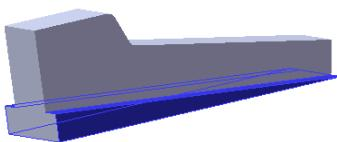
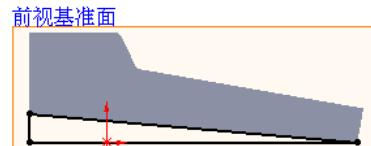

图 16.5.6 凸台一拉伸 2
图 16.5.7 横断面草图
Step5. 创建图 16.5.6 所示的零件基础特征——凸台一拉伸 2。
(1) 选择命令。选择下拉菜单 **插入(I)** → **凸台/基体(B)** → **拉伸(E)...** 命令 (或单击“特征(F)”工具栏中的 按钮)。
(2) 定义特征的横断面草图。
① 定义草图基准面。选取前视基准面作为草图基准面。
② 定义横断面草图。在草图环境中绘制图 16.5.7 所示的横断面草图。
③ 选择下拉菜单 **插入(I)** → **退出草图** 命令, 退出草图环境, 此时系统弹出“凸台一拉伸”对话框。